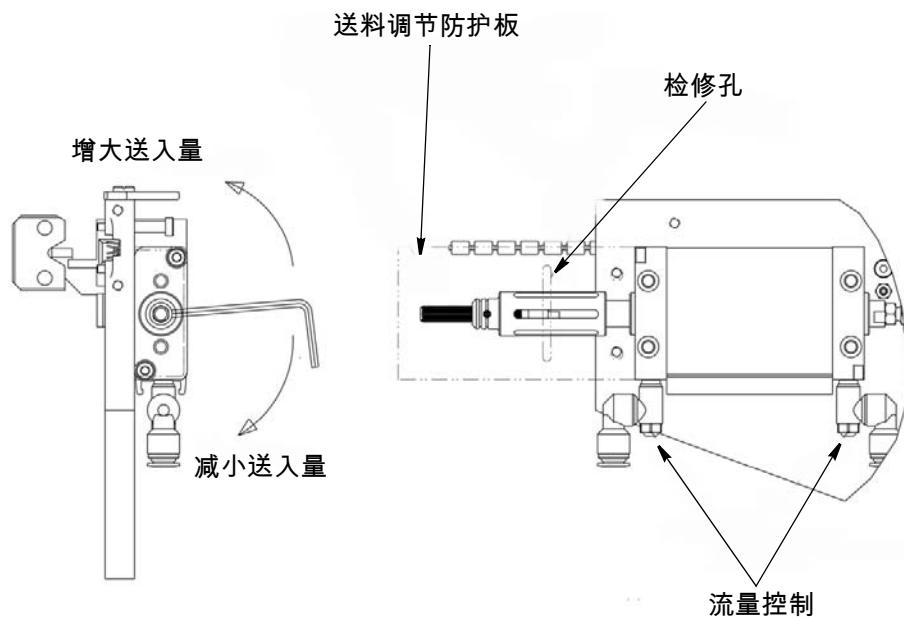

图 25
3. 朝需要的方向转动调节轮，以增大或减小送料距离 (图 25)。